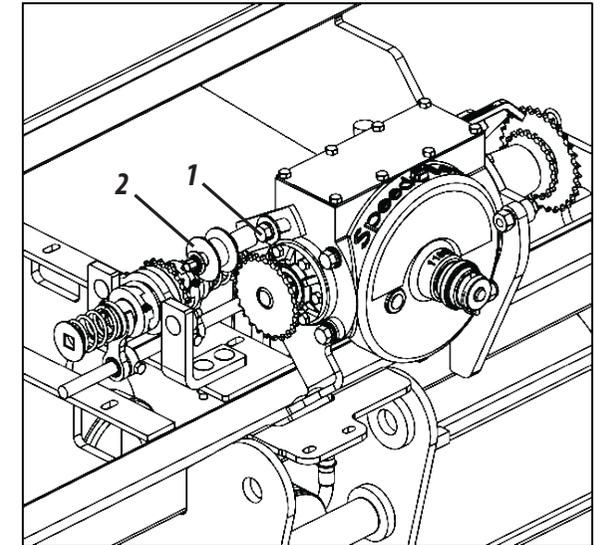

Figura 59
2- Retire el anillo de retención (2) del cubo (3). Examine los cojinetes, si hay espacios, ajuste a través de la tuerca almenada (4). Inserte grasa nueva en la tapa (5). Vuelva a colocar la tapa del cubo en el cubo y asegúrelo con el anillo de retención (1), **como se muestra en la Figura 59.**